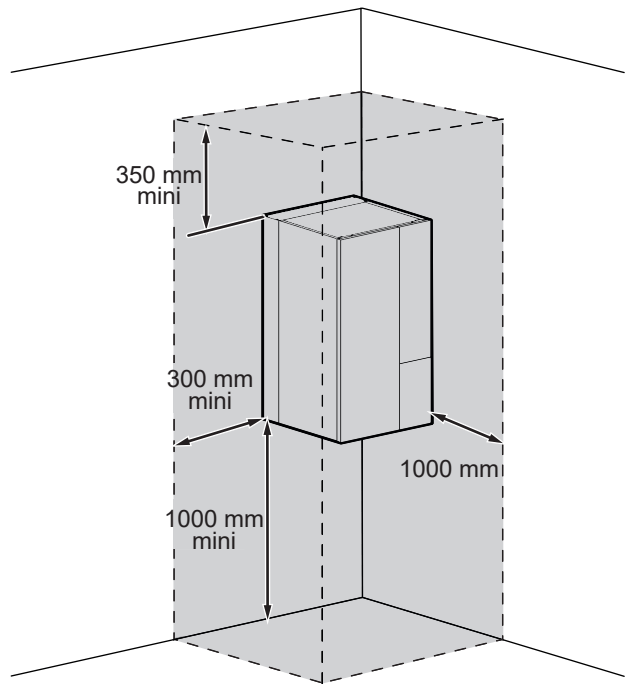

Abb. 19 - Installationsmindestfreiräume um das Hydraulikmodul für die Wartung
- Um die Instandhaltungsoperationen und den Zugang zu den verschiedenen Organen zu erleichtern, empfehlen wir, ausreichend Platz um das Hydraulikmodul vorzusehen (Abb. 19).